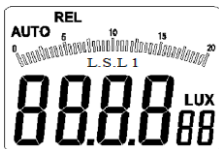

图 3-1-2A
1. 短按 REL/PEAK 键（相对值测量、峰值测量组合键），LCD 接口左上方显示“REL”字样（如下图 3-1-2A 所示），进入相对值测量模式；